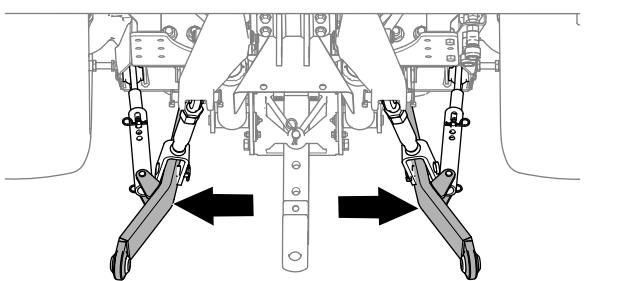

Figura 20
4. Regolate i bracci dello stabilizzatore (Figura 20) completamente verso l'esterno; fate riferimento ai *Manuali dell'operatore* per la macchina di traino.